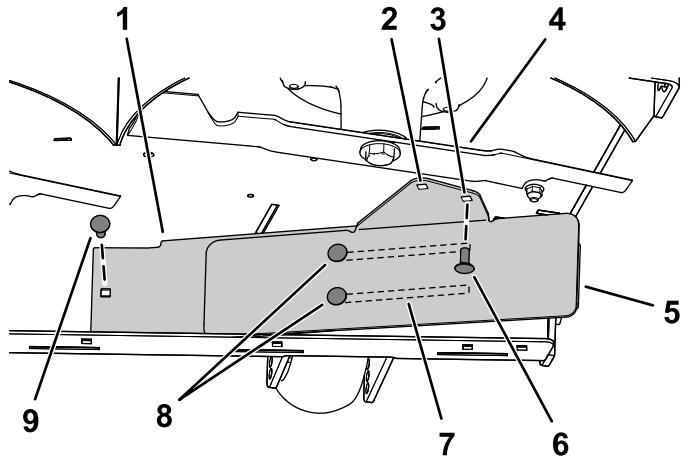

Figura 10
- Montai partea stângă a deflectorului utilizând un urub de fixare ($5/16 \times \frac{3}{4}$) și o piuliță cu guler ($5/16$) aa cum este indicat în Figura 10.
- Slăbiți cele 2 uruburi de fixare ($5/16 \times \frac{3}{4}$) din fantele deflectorului și glisați deflectorul până când orificiul se aliniază cu orificiul de pe puntea mainii de tuns iarba (Figura 10).
- Montați defectorul aa cum se arată în Figura 10.
- Important:** Asigurați-vă că utilizați orificiul corect pentru deflector; consultați Figura 10.
- Strângeți cele 2 uruburi de fixare ($5/16 \times \frac{3}{4}$) în fantele deflectorului (Figura 10).